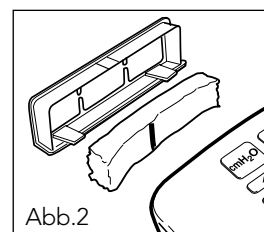

Abb.2
- c. Befüllen Sie die Kammer bis zur Wasserstandslinie mit destilliertem Wasser; zur Erleichterung des Befüllens wird ein optionaler Trichter mitgeliefert (Abb. 2).
- Ersetzen Sie den alten Filter durch einen neuen Filter: Achten Sie darauf, dass die senkrechte schwarze Linie zum Gerät gerichtet ist (Abb. 2).